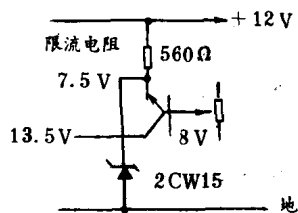
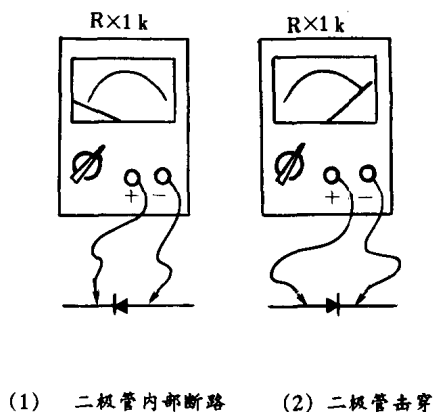

图 1-12
图 1-14
耗散功率估算出限流电阻的阻值。例如，在飞燕 DUC34 型黑白电视机中的串联稳压电源中，与比较放大管发射极连接的稳压管 2CW15，其最大工作电流约 27mA，最大耗散功率 P_{2M} 为 0.25W，稳压值 7.5~8V，在 12V 与地之间通过 1 个限流电阻 (560 Ω , 1/8W) 与稳压管阴极连接，其阳极接地 (见图 1-12)。
①用万用表 $R \times 100$ 或 $R \times 1k$ 档测量二极管的正、反向电阻，如图 1-12 所示，锗点接触型的 2AP 型二极管正向电阻在 1k 左右，见图 1-12 (1)，反向电阻应在 100k 以上，见图 1-12 (2)；硅面接触型的 2CP 型二极管正向电阻在 5k 左右，反向电阻应在 1000k 以上。总之，正向电阻越小越好，反向电阻越大越好。若正向电阻太大或反向电阻太小，表明二极管的检波与整流效率不高。如图 1-14 所示，若正向电阻无穷大 (表针不动)，说明二极管内部断路；若反向电阻接近零，表明二极管已击穿。内部断开或击穿的二极管均不能使用。